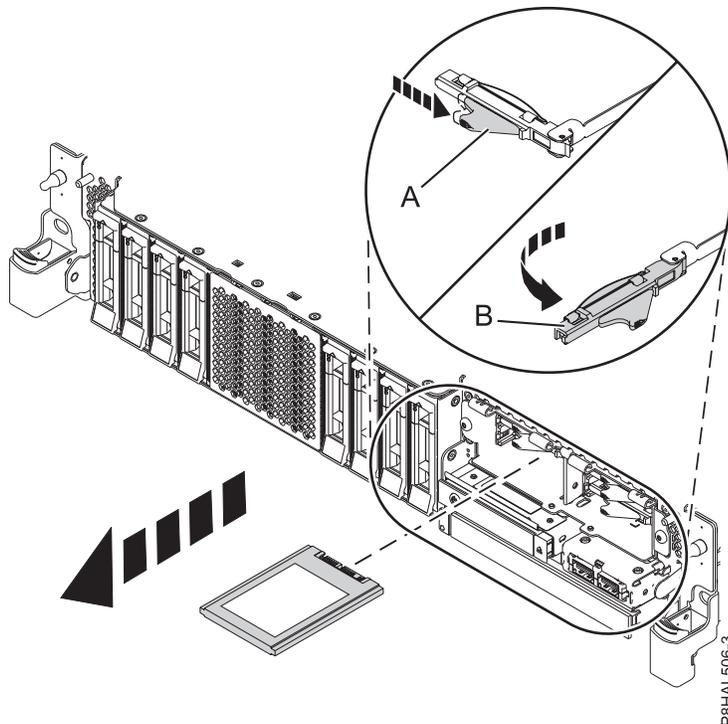

Figura 53. Remover uma unidade SSD de um sistema de função expandida
12. Quando o LED de identificação acender, desbloqueie a pega do compartimento de unidade **(B)** ao empurrar o trinco da pega **(A)** na direcção demonstrada e ao puxar a pega do compartimento de unidade **(B)** para fora, conforme demonstrado em Figura 53 na página 58. Se a pega não estiver completamente fora, a unidade de disco de segunda geração não poderá deslizar para fora do sistema.